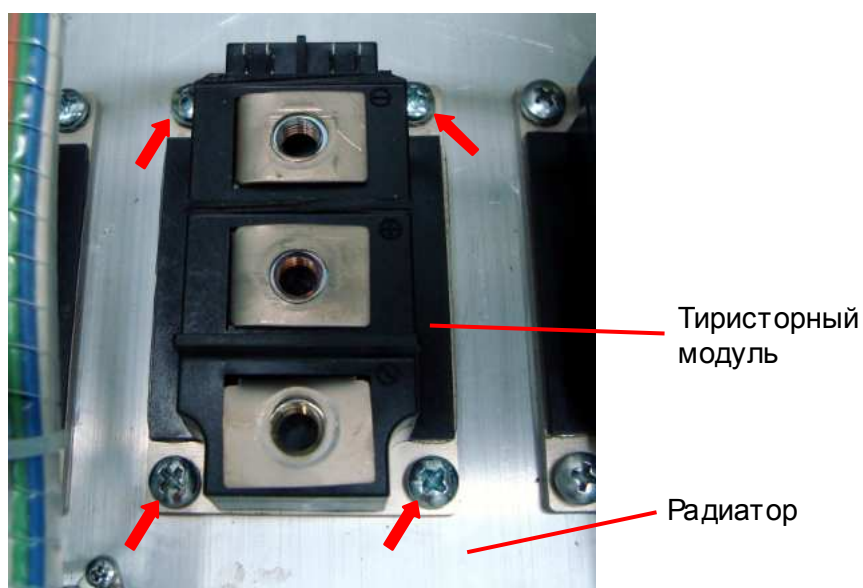

Рис. 7.3
7.1.4. Установить модуль на радиатор (рис. 7.3) и слегка притереть его. Вкрутить четыре винта для предварительного крепления модуля (рис. 7.3, красные стрелки).